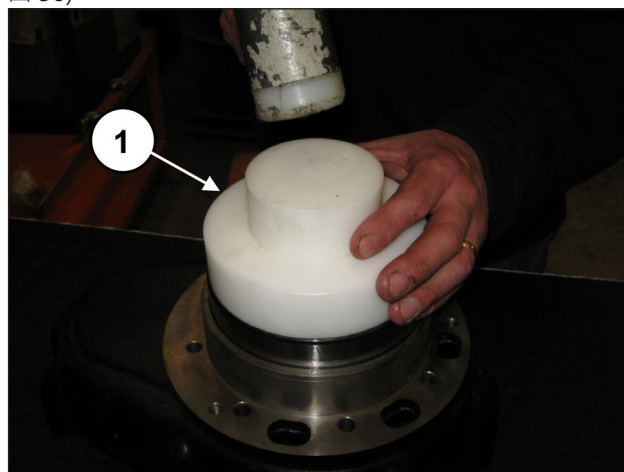
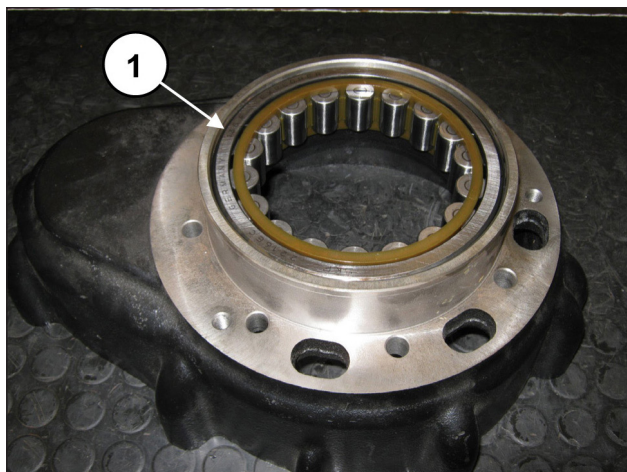

图 55
图 56
在变速箱箱体的另一侧, 用代码27605000的工具 (位置①, 图 55)预装曲轴轴承的外圈, 直到它完全啮合 (位置①, 图 56)。